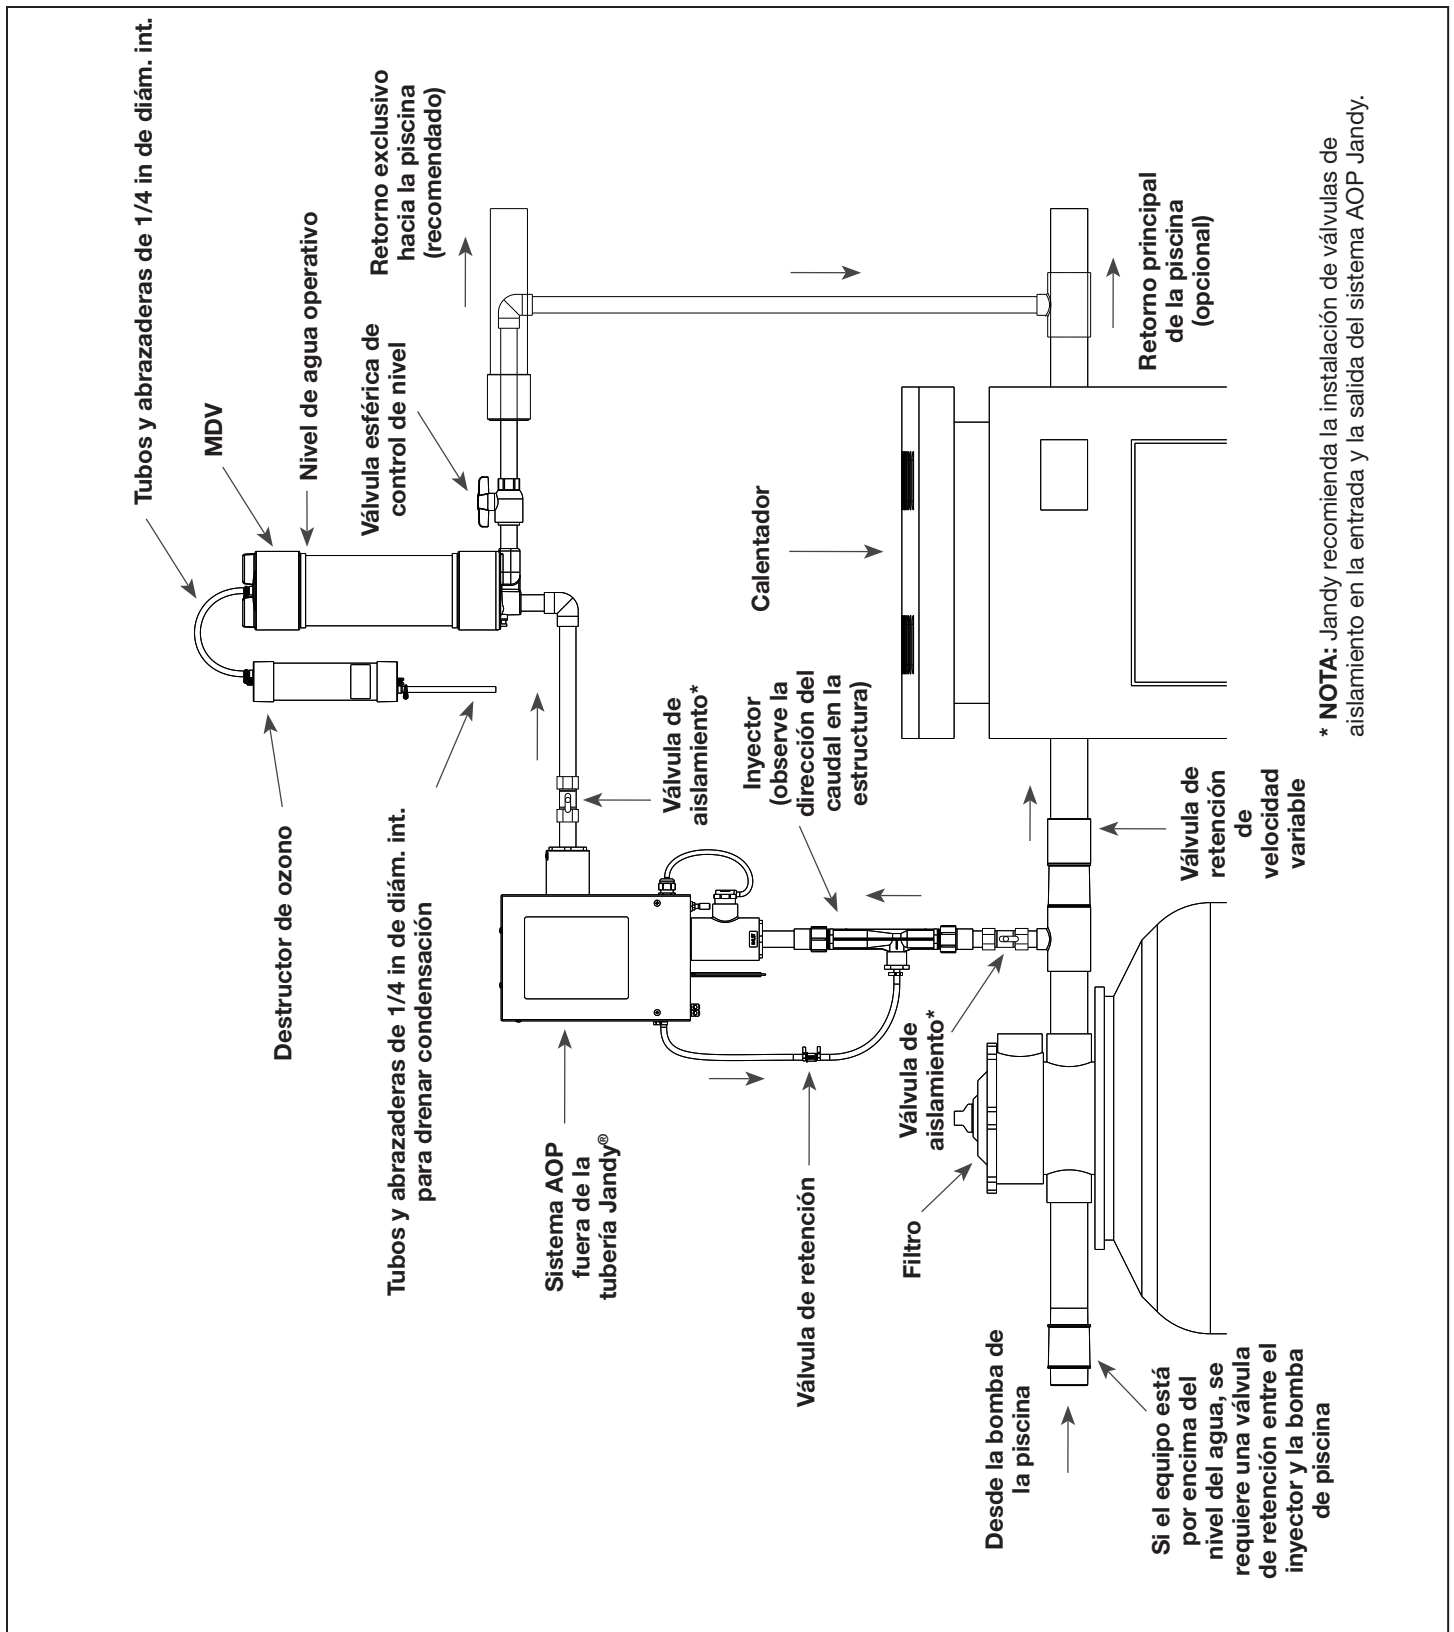

Figura 1. Disposición típica de las tuberías con sistema MDV (piscina con calentador)
**NOTA:** Se requieren piezas adicionales para la instalación del sistema MDV (compare el diagrama de disposición típica de tuberías del manual del dispositivo AOP fuera de la tubería Jandy® X Series™ 4-2958-01 con la Figura 1 de este manual). Los pasos de instalación adicionales que son específicos de las piezas del sistema MDV se describen a continuación.
2. Instale el sistema MDV en posición vertical, tal como se muestra en la Figura 1, sobre una superficie sólida (por ejemplo, una cerca, una pared o un poste) con los (2) sujetacables, los (4) soportes para sujetacables y los (4) tornillos incluidos. Use un par de alicates para apretar y fijar los sujetacables. Si recorta el excedente, doble la rebaba para que no haya bordes afilados. Para evitar la decoloración, instale el sistema fuera del alcance de la luz solar.
3. Instale el cartucho destructor de ozono en posición vertical sobre una superficie plana usando (2) tornillos n.º 6.
4. Instale la tubería de derivación como se muestra en la Figura 1.